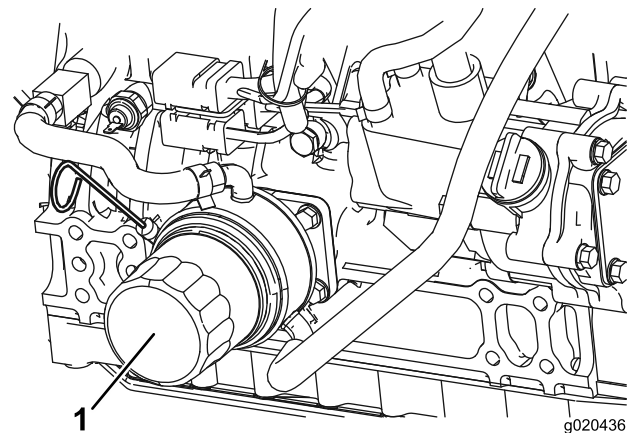

Figura 31
3. Retire el filtro usado (Figura 31) y limpie con un paño la superficie de la junta de la cabeza del filtro.